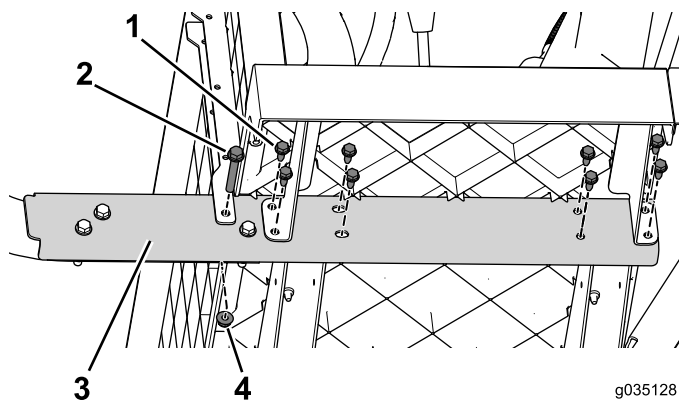

図 65
3. 車体にサイドレールを固定しているフランジボルト3/8 x 2-1/2 インチとナットを外す 図 65。車体の反対側でも同じ作業を行う。
4. 車体の前方から後方に向かって順に、サイドレールを固定しているフランジボルト5/16 x 3/4 インチを外す 図 65。車体の反対側でも同じ作業を行う。